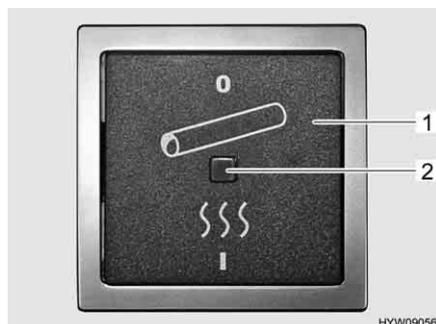

Fig. 77 Interruptor para la calefacción eléctrica del tubo de aguas residuales
- Poner el interruptor basculante (Fig. 77,1) en la posición "I". La luz de control (Fig. 77,2) del interruptor se enciende.
- Poner el interruptor basculante (Fig. 77,1) en la posición "0". La luz de control (Fig. 77,2) del interruptor se apaga.